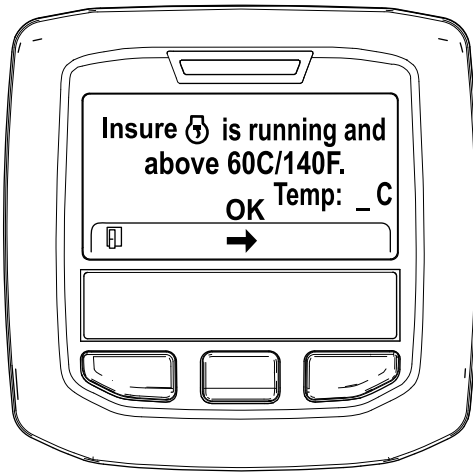

Figure 42
5. Si la température du liquide de refroidissement est inférieure à 60 °C, le message « Insure is running and above 60C/140F » (vérifier que *** fonctionne et est supérieure à 60 °C/140 °F) s'affiche (Figure 42).